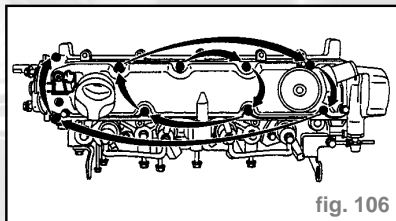

fig. 106
- les goujons (16) à **2,5 m.daN** + LOCTITE FREINFILET
- les écrous (15) à **2 m.daN**
- les vis (17) à **2 m.daN**
- Brancher les connecteurs (12).
- Serrer progressivement et en spirale les vis du couvre-culasse en commençant par l'intérieur (fig. 106).